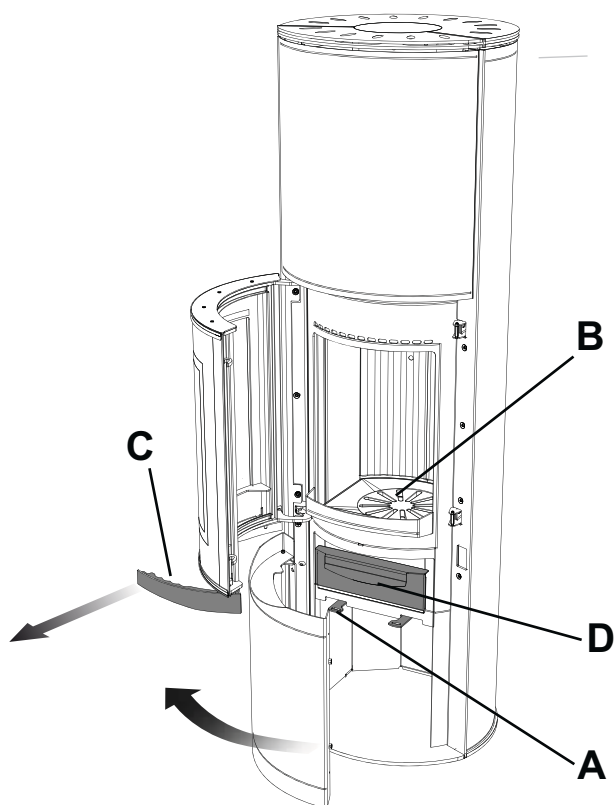

Fig. 7.2.1
- Posizionare la regolazione d'aria in posizione "tutto aperto" per ravvivare il fuoco (A) (Fig. 7.2.1).
- Asportare la cenere dal focolare (B).
- Ruotare la maniglia (C) (Fig. 7.2.1), estrarre il cassetto cenere (D) e svuotarne completamente il contenuto.
- Remove ashes from the fireplace (A) (Fig. 7.2.1).
- Turn the handle, remove the ash box (B) (Fig. 7.2.1) and fully empty it.
- Die Luftregelung auf die Position "vollständig geöffnet" bringen, um das Feuer zu beleben (A) (Abb. 7.2.1)
- Die Asche von der Feuerstelle (B) entfernen.
- Den Griff drehen (C) (Abb. 7.2.1), den Aschenkasten (D) herausziehen und den Inhalt vollständig ausleeren.